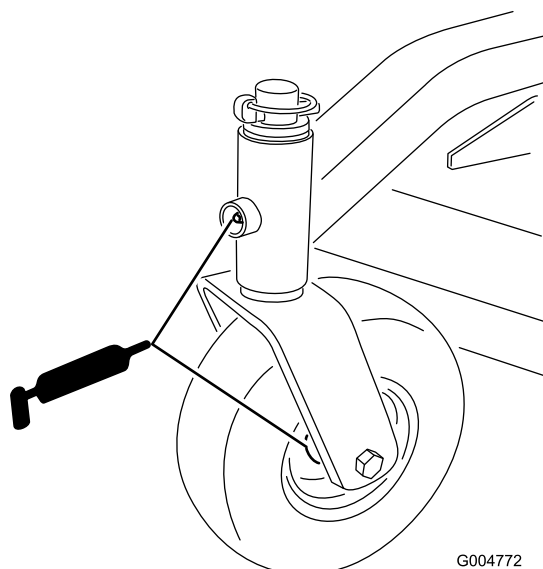

図 28
- キャスタスピンドル 図 28
- キャスタホイール (図 28)